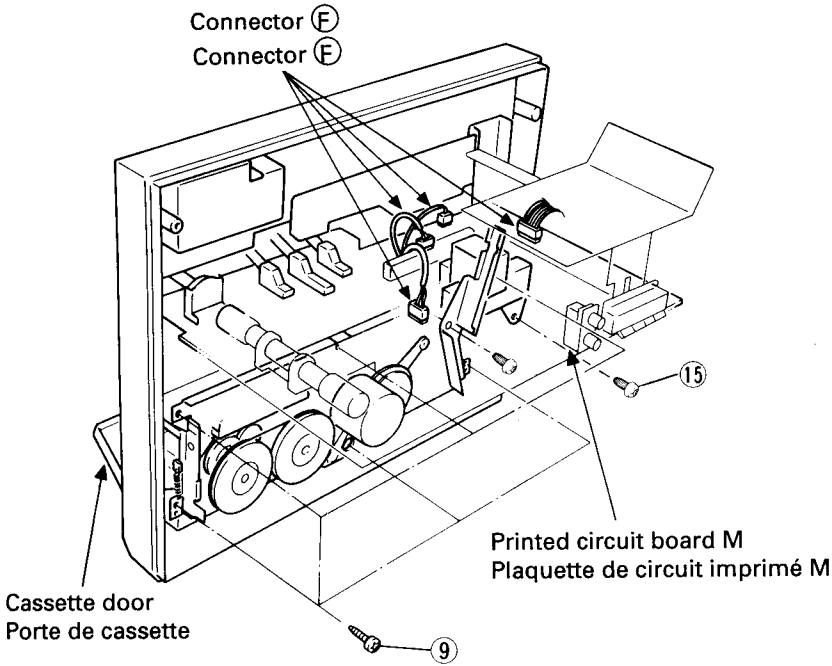

Fig.5
Remove the four connectors ⑮ from the printed circuit board M. Open the cassette doors and remove the six screws ⑯. Remove the counter bracket fixing screw ⑰. Remove the deck chassis. (Fig. 5)
Débrancher les quatre connecteurs (F) de la plaquette de circuit imprimé M. Ouvrir les trappes à cassette et enlever les six vis (9). Retirer la vis d'assemblage de la support contraire. Déposer le châssis de platine. (Fig. 5)